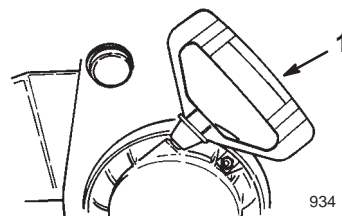

Figure 20
- **Lanceur** (Fig. 20)—Le lanceur se trouve à l'arrière du moteur. Tirez sur le lanceur pour mettre le moteur en marche.
8. Prenez la poignée du lanceur (Fig. 20) et tirez-la lentement jusqu'à ce que vous sentiez une résistance, puis tirez vigoureusement pour lancer le moteur.